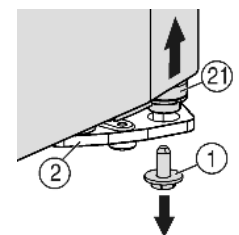
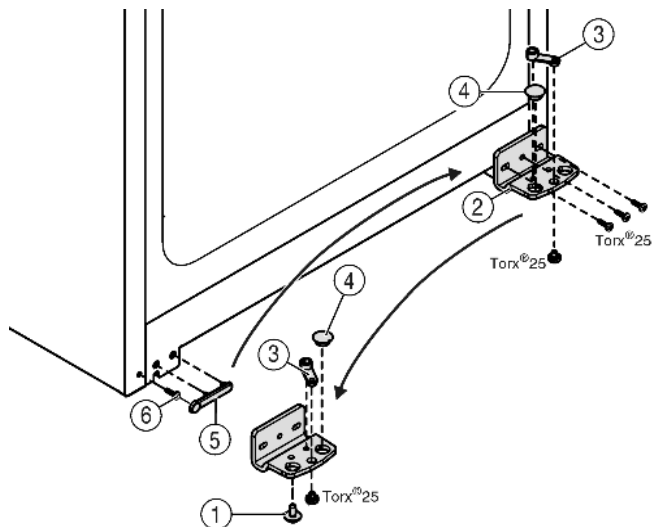

Fig. 5
Fig. 6
- ▶ Внизу справа на опорном кронштейне выкрутите фиксирующий винт Fig. 5 (1).
- ▶ Опорный палец Fig. 5 (21) можно извлечь из опорного кронштейна Fig. 6 (2).
- ▶ Если установочный винт Fig. 5 (21) не откручивается, его можно вынуть, нажав на него снизу.
- ▶ Открутите опорный кронштейн Fig. 6 (2).
- ▶ Открутите опорную деталь Fig. 6 (3) и, переставив в отверстие на противоположной стороне опорного кронштейна, снова прикрутите.
- ▶ Извлеките заглушку Fig. 6 (4) из опорного кронштейна и переставьте ее в отверстие на противоположной стороне опорного кронштейна.
- ▶ Осторожно снимите крышку со стороны ручки Fig. 6 (5).
- ▶ Выкрутите болт Fig. 6 (6) и вкрутите на противоположной стороне.
- ▶ Снова установите крышку Fig. 6 (5).
- ▶ Снова прикрутите опорный кронштейн Fig. 6 (2) на новой стороне шарнира (с моментом 4 Нм). При необходимости используйте аккумуляторный шуруповерт.
- ▶ Вкрутите фиксирующий винт Fig. 5 (1) внизу в опорный палец и затяните (с моментом 4 Нм).